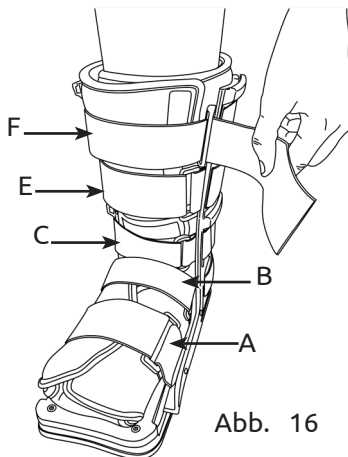

Abb. 16
7. Ziehen Sie nun die Befestigungsriemen (A, B, C, E, F) fest: zwei über den Spann (A, B), einer über den Knöchel (C) und zwei an den Verlängerungen des langen Stiefels (E, F). (Abb. 16)